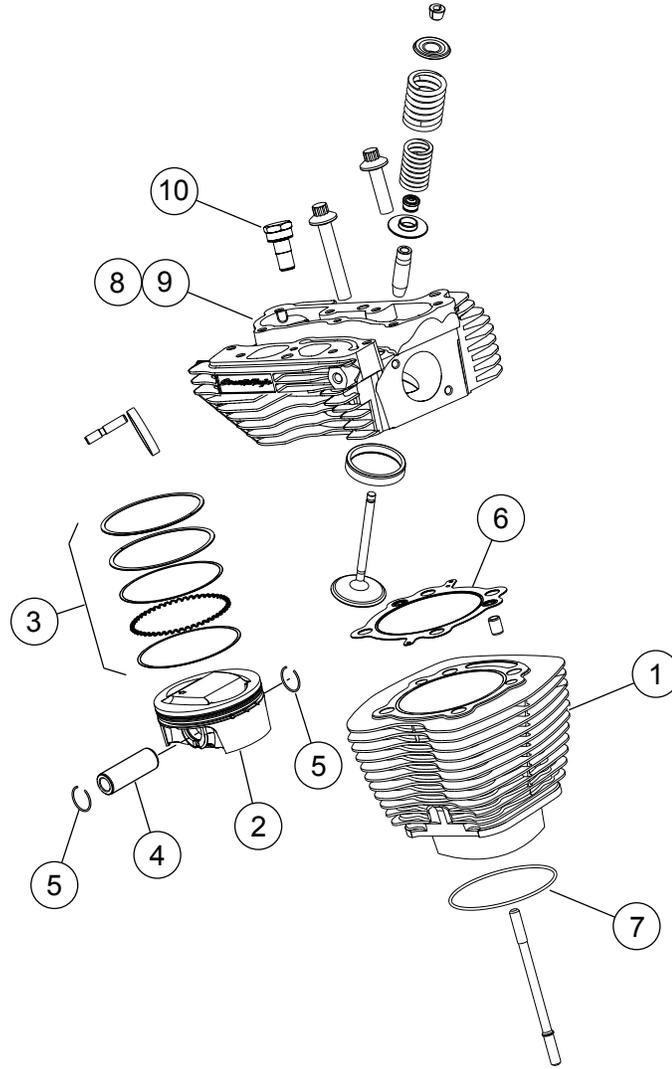
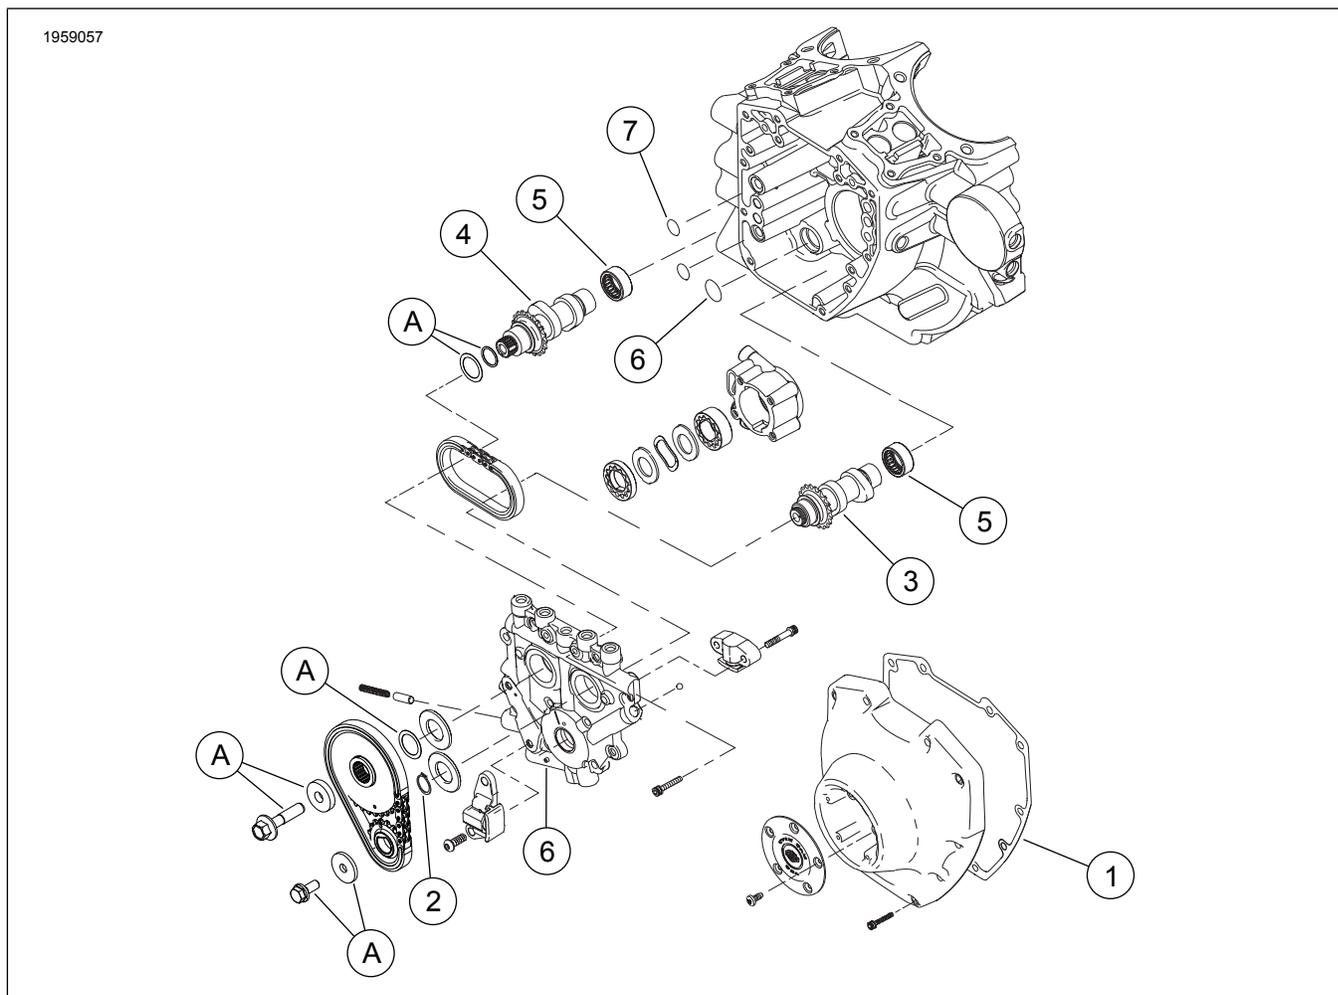

Figure 1. Pièces de rechange : Kit Stage 4 Screamin' Eagle Pro TC 103 (1690 cc)
Figure 3. Pièces de rechange : Kit Stage 4 Screamin' Eagle Pro TC 103 (1690 cc)
Voir Figure 1 à Figure 3 , et Tableau 1 à Tableau 3 .
1. Voir Figure 3 . Inspecter les roulements à aiguilles de l'arbre à cames (5) et les remplacer si nécessaire.
2. Voir Figure 1 à Figure 3 . Monter les cames sur la plaque de came, les culasses performantes et la partie supérieure du moteur en utilisant les pièces du kit. Se reporter aux sections MOTEUR concernées dans le manuel d'entretien.